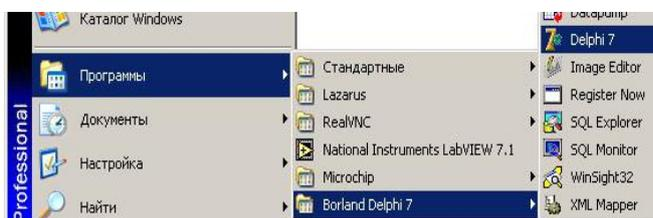
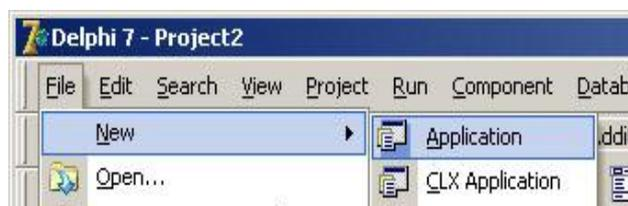

Рис. 65. Меню «Пуск/Программы/Borland Delphi 7/Delphi 7»
Рис. 66. Пункт меню Delphi, создание нового проекта
1. Создать проект приложения. Запустить интегрированную среду разработки Borland Delphi из меню Windows «Пуск/Программы/Borland Delphi 7/Delphi 7» (рис. 65). Выбрав пункт меню «File/New/Application» (рис. 66), создайте новый проект и сохраните его под названием DelphiI7000 (рис. 67). Для сохранения файла используйте пункт меню «File/Save Project As...».